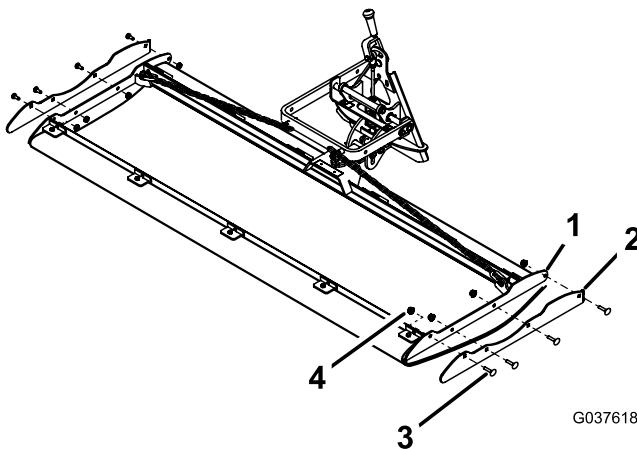

Figure 8
- Si vous utilisez le tapis traînant sur un green, enlevez le patin situé de chaque côté du bâti de support (Figure 8).